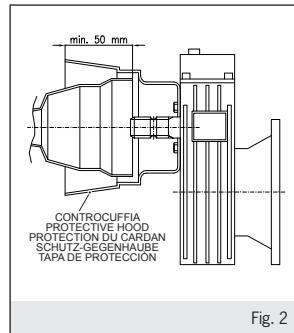

Fig. 2
- la controcoffia di protezione (fig.2) sia presente integra e ben fissata. La controcoffia deve coprire la protezione del giunto cardanico per almeno 50mm e deve impedire il contatto accidentale delle mani con organi in movimento.
- the protective hood (fig.2) is attached, in good order and properly anchored. The hood must cover the P.T.O. guard by at least 50mm and must prevent accidental hand contact with moving parts.
- la contre-coiffe de protection (fig.2) est présente, intégrée et bien fixée. La contre-coiffe doit couvrir la protection du joint de cardan sur au moins 50 mm et doit empêcher le contact accidentel des mains avec les organes en mouvement;
- die Schutz-Gegenhaube (Abb.2) in unversehrtem und gut befestigten Zustand vorhanden ist. Die Gegenhaube muss den Schutz des Kardangelenks über mindestens 50 mm abdecken und den unbeabsichtigten Kontakt der Hände mit in Bewegung befindlichen Elementen verhindern.
- los tres puntos de anclaje (fig.2) previstos estén perfectamente fijados y bloqueados con las piezas en equipamiento. Un anclaje no correcto provoca el vuelco de la máquina con grave peligro para el operador.